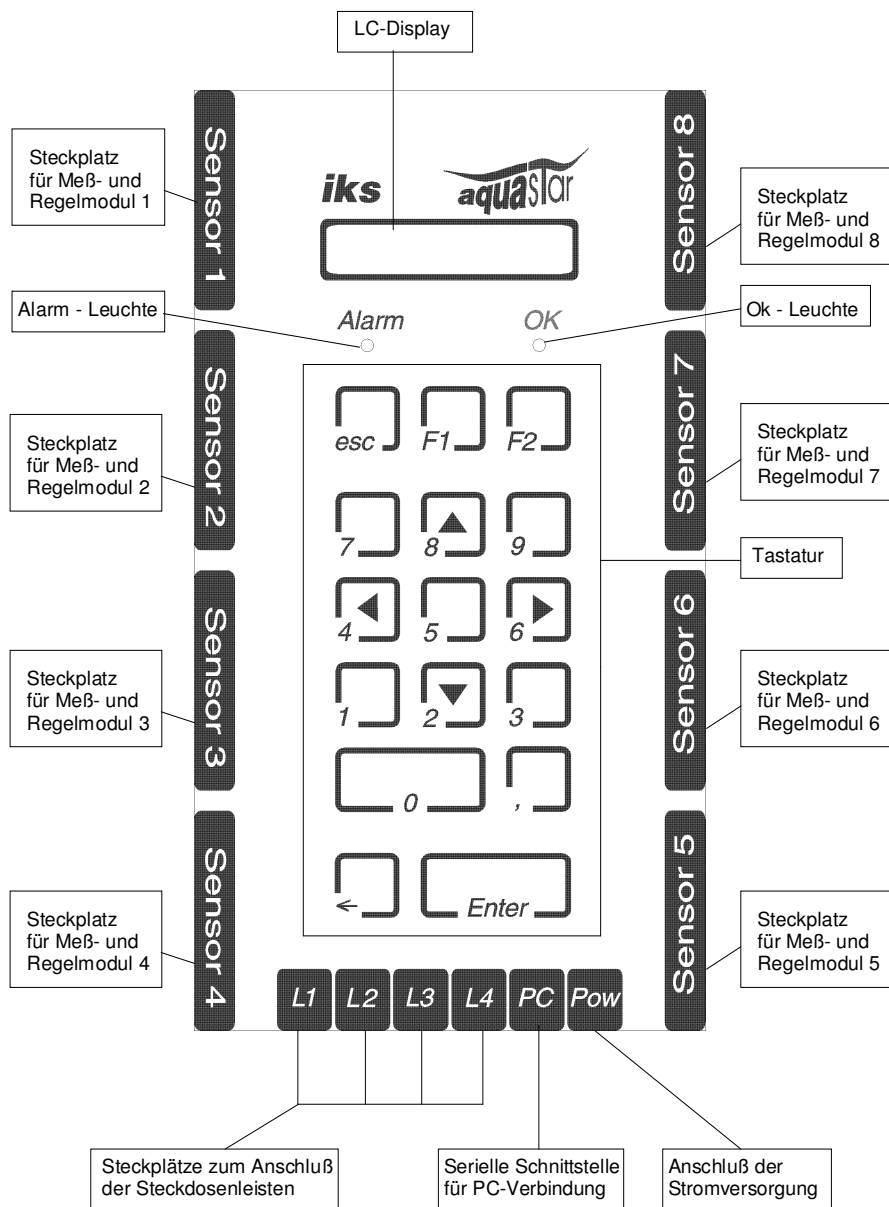
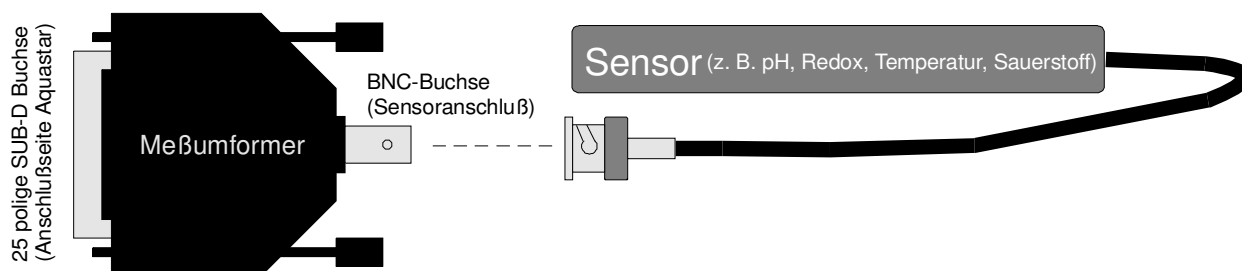

Bild 1
Bild 3: Meß- und Regelmodul
In **Punkt 3** wird Ihnen anhand einer Grafik (Bild1) der *iks aquastar* vorgestellt und der Lieferumfang wird erläutert. Danach wissen Sie, wo Sie die Sensormodule, die Schaltsteckdosenleisten, die Stromversorgung und den PC anschließen können.
- ein Meßumformer (siehe Bild 3)
Wie aus der Grafik (Bild 1) hervorgeht, besitzt der *iks aquastar* acht Steckplätze für Meß- und Regelmodule. Es ist Ihnen überlassen, auf welchen Steckplatz Sie ein bestimmtes Modul stecken. Bitte beachten Sie aber, daß Sie beim Einstecken und Entfernen eines Moduls unbedingt die **Stromversorgung abschalten** müssen, um eventuelle Schäden zu vermeiden. Ein Meß- und Regelmodul besteht aus einem Sensor (z. B. Temperaturfühler, pH-Elektrode usw.) und einem Meßumformer, welcher sich in einem schwarzen Steckergehäuse (SUB-D) befindet (siehe Bild 3). Pegel- und Leitwertensoren sind direkt mit dem 25-poligen Stecker (Meßumformer) verbunden. Sie können jetzt die **Module (Stromversorgung aus ?)** anschließen. Durch ihre asymmetrische Form passen die Stecker nur in der richtigen Richtung in die Buchsen. Vergessen Sie nicht, den entsprechenden Sensor an den Meßumformer anzuschließen. Nachdem Sie ein Modul angeschlossen haben, sollten Sie noch die zwei Sicherungsschrauben (schwarzes Steckergehäuse) anziehen, um ein versehentliches Herausziehen der Module zu verhindern.
Wie aus Bild 1 ersichtlich, können Sie bis zu vier Schaltsteckdosenleisten an L1 bis L4 (mit insgesamt 16 einzeln schaltbaren/regelbaren Steckdosen) an den *iks aquastar* anschließen. Die Steckplätze sind mit L1 bis L4 gekennzeichnet. Die Steckdosen an L1 erhalten die Nummern 1 bis 4, an L2 die Nummern 5 bis 8, an L3 die Nummern 9 bis 12 und an L4 schließlich die Nummern 13 bis 16. Wenn Sie lediglich im Besitz einer Steckdosenleiste sind, empfehlen wir Ihnen, diese an Steckplatz L1 anzuschließen. Sie können sie auf Wunsch aber auch an L2, L3 oder L4 anschließen. Bedenken Sie aber dabei, daß sich die Zuordnungsnummern der Steckdosen dementsprechend ändern (s.o.).